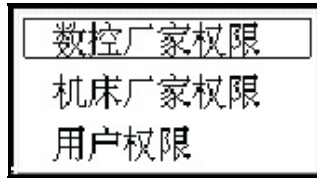

图 7.7.1 选择修改参数的权限
- (1) 在参数功能子菜单(图 9.0.1)下按 **F3** 键，弹出如图 7.7.1 所示的菜单；